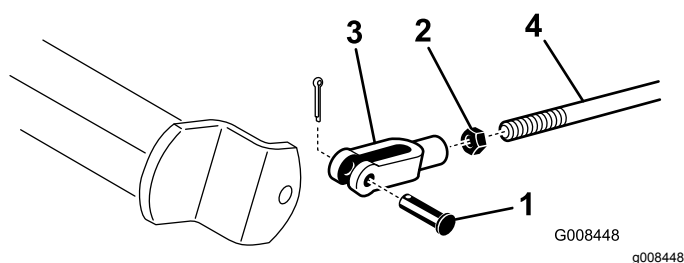

Figure 45
- A. Désaccouplez les tiges de frein en retirant la goupille fendue et l'axe de chape (Figure 45).
- B. Desserrez l'écrou de blocage et réglez la chape comme il convient (Figure 45).
- C. Montez la chape sur l'arbre de frein (Figure 45).